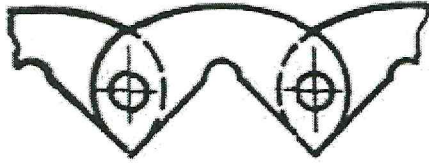

Рис. 11.
60. Как называется цепь, представленная на рис. 11?